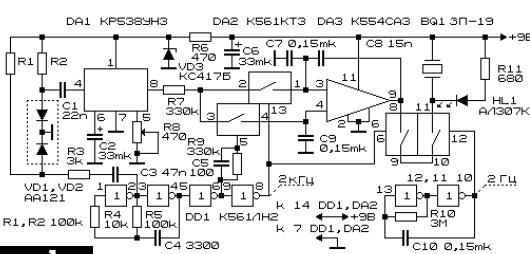

рис. 1
Устройство (рис.1) предназначено для детектирования излучений СВЧ диапазона. Схема детектора классическая [1, 2] и содержит узел модулирующе-детектирующей головки (VD1, VD2), сверхмалошумящий УНЧ (DA1), генератор модулирующе-коммутирующих импульсов (DD1), цифровой корреляционный фильтр (DA3), ключевые элементы КМОП-коммутатора (DA2), устройство светозвуковой индикации (HL1, BQ1, BQ2).
Для работы таймера в режиме ЖМ необходимо выполнить некоторые переключения, показанные на рис.1 штриховой линией. Контакт реле из цепи нагрузки надо убрать, установить перемычку 2-3, цепь 1-2 разорвать, в разрыв подключить контакты реле и вторую часть кнопки SB1. Кроме того, необходимо установить перемычки 2-3 на S1...S3, а перемычки 1-2 убрать.
**Конструкция.** Таймер (**рис.1**) собран на платах из одностороннего фолигированного стек-